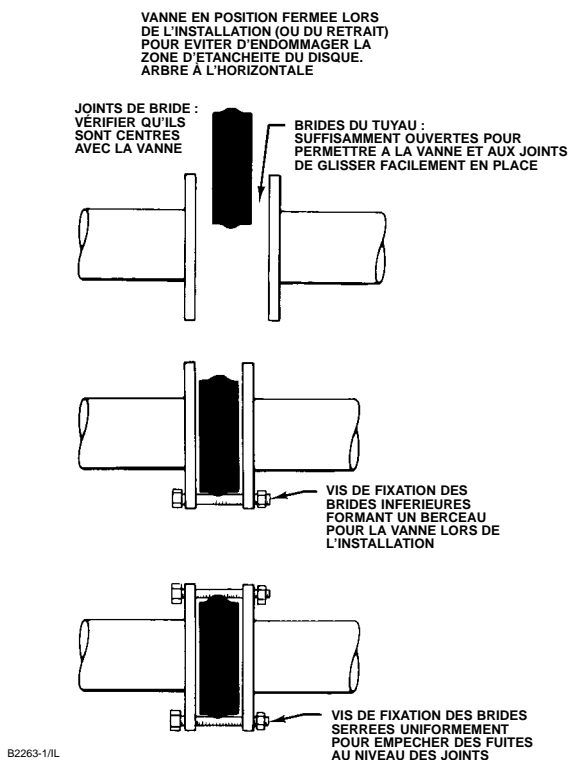

Figure 4. Etapes d'installation correcte
Installer la vanne avec le côté fermeture haute pression dans la direction indiquée par la flèche de débit pour une installation correcte et voir la figure 4 pour plus d'informations.
- **Pour les vannes de type à insérer entre brides (sandwich) :** Installer d'abord les vis de fixation des brides inférieures afin de former un berceau pour la vanne (voir la figure 4). Voir le tableau 5 pour les spécifications des vis de fixation des brides.